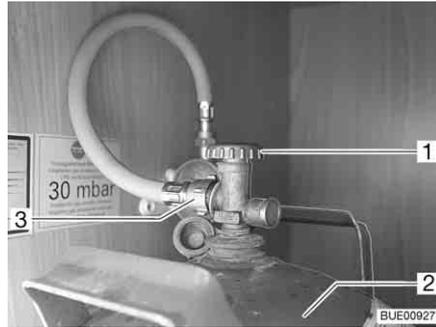

Fig. 142 Compartiment à gaz
- Fermer le robinet principal (Fig. 142,1) de la bouteille de gaz (Fig. 142,2). Observer le sens de la flèche.
- Dévisser à la main la lyre (Fig. 142,3) de la bouteille de gaz (filetage à gauche).